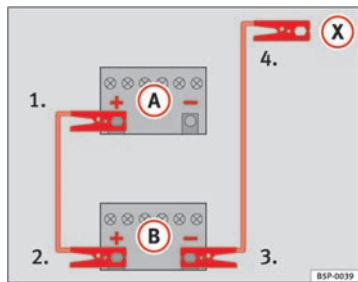

Fig. 243 Esquema de conexión de los cables de emergencia
En la ⇒ fig. 243 **(A)** representa a la batería sin carga y **(B)** a la batería con carga.
- 1. Emborne un extremo del cable de emergencia rojo al polo positivo ⇒ fig. 243 **(+)** del vehículo con la batería descargada ⇒ **(!)**.